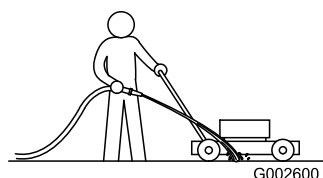

Figure 42
1. Con el motor en marcha sobre una superficie plana pavimentada, dirija un chorro de agua hacia delante de la rueda trasera **derecha** (Figure 42).